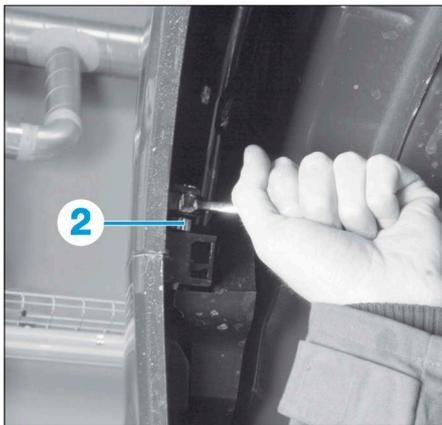

FIG. 89
- les vis de fixation des ailes sur le bouclier (2) (Fig.89).